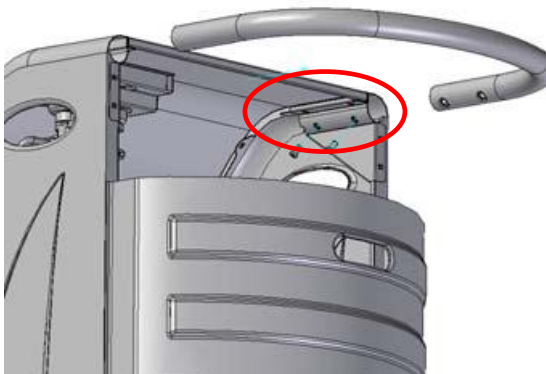

Fig. 1A
8. Insérez le U qui correspond à la poignée dans les 2 tubes ensuite fixer le tube de la poignée par 4 vis (voir Fig 1A) à l'arrière du chauffage.